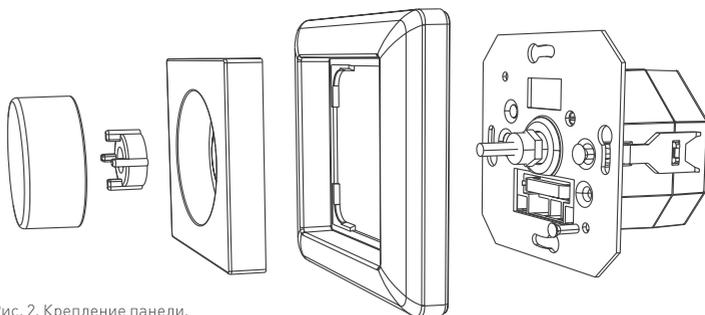

Рис. 2. Крепление панели.
- 3.3. Закрепите панель в месте установки (Рис. 2), для чего: